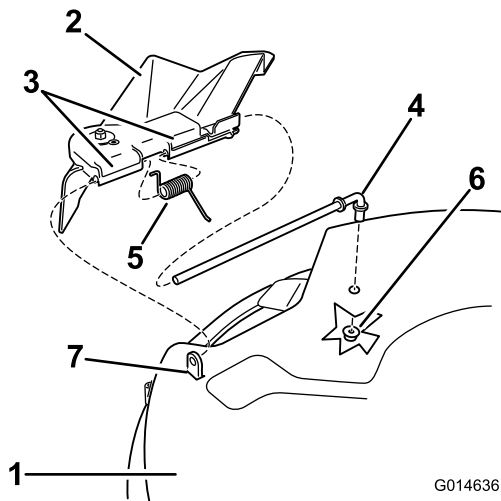
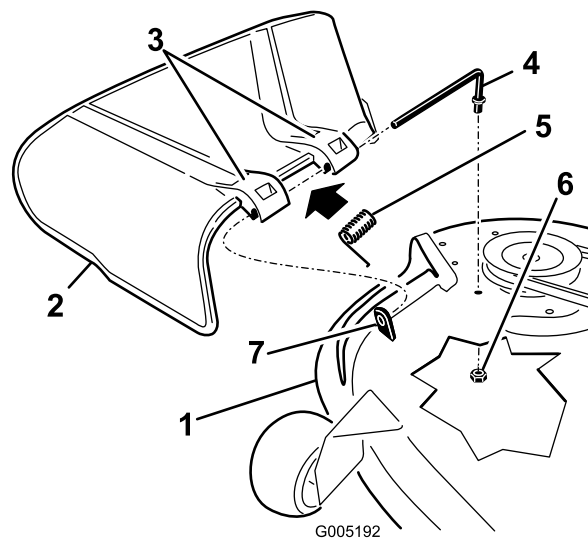

Figure 73
Figure 74
1. Retirez l'écrou ($\frac{3}{8}$ ") de la tige, sous le plateau de coupe (Figure 73 et Figure 74).
2. Sortez la tige de la courte cheville de positionnement, du ressort et du déflecteur d'herbe (Figure 73 et Figure 74).
4. Remettez en place le déflecteur d'herbe (Figure 73 et Figure 74).
7. Insérez la tige dans le deuxième support du déflecteur d'herbe (Figure 73 et Figure 74).
9. Fixez l'extrémité arrière de la tige dans le plateau de coupe à l'aide d'un écrou ($\frac{3}{8}$ "), comme montré à la Figure 73 et la Figure 74.